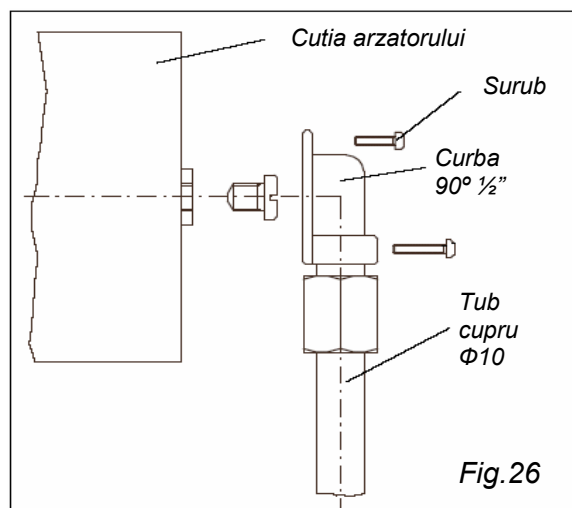

Fig.26
- Se fixează cu cele 4 suruburi curba de 1/2" de cutia arzatorului (fig.26)
- 3) Se scot cele 4 suruburi care fixeaza curba de 1/2" pe cutia arzatorului (fig.26)
- 6) Se fixeaza curba de 1/2" pe cutia arzatorului cu cele 3 suruburi (fig.26)